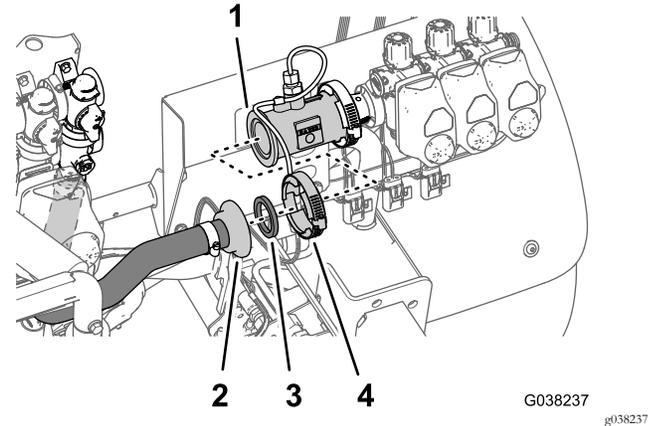

Bild 55
6. Befestigen Sie den Durchflussmessgerätschlauch mit einer Klemme (Bild 55), die Sie in Schritt 1 in Entfernen des Durchflussmessgeräts von den Ventilverteiltern \(Seite 12\) entfernt haben, am Durchflussmessgerät.